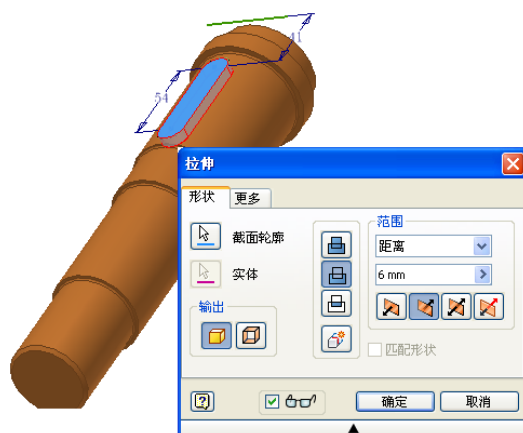

图 7-12 拉伸示意图
单击【草图】标签上的【完成草图】工具按钮^⑥，退出草图环境，返回到零件特征环境中。单击【模型】标签栏【创建】面板上的【拉伸】工具按钮^⑦，打开【拉伸】对话框，选择步骤 5 中创建的图形为拉伸截面，布尔方式选择【求差】选项，拉伸深度为 6，单击【确定】按钮完成第一个键槽的创建，如图 7-12 所示。